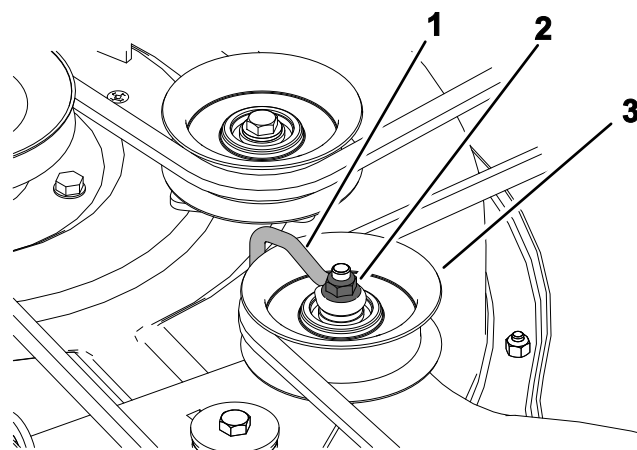

Bild 56
2. Schraube (3)
6. Lösen Sie die Mutter, mit der der Drahtbügel an der Spannscheibe befestigt ist (Bild 56).
Hinweis: Positionieren Sie den Drahtbügel gegen den Spannarm, wie in Bild 56 dargestellt.